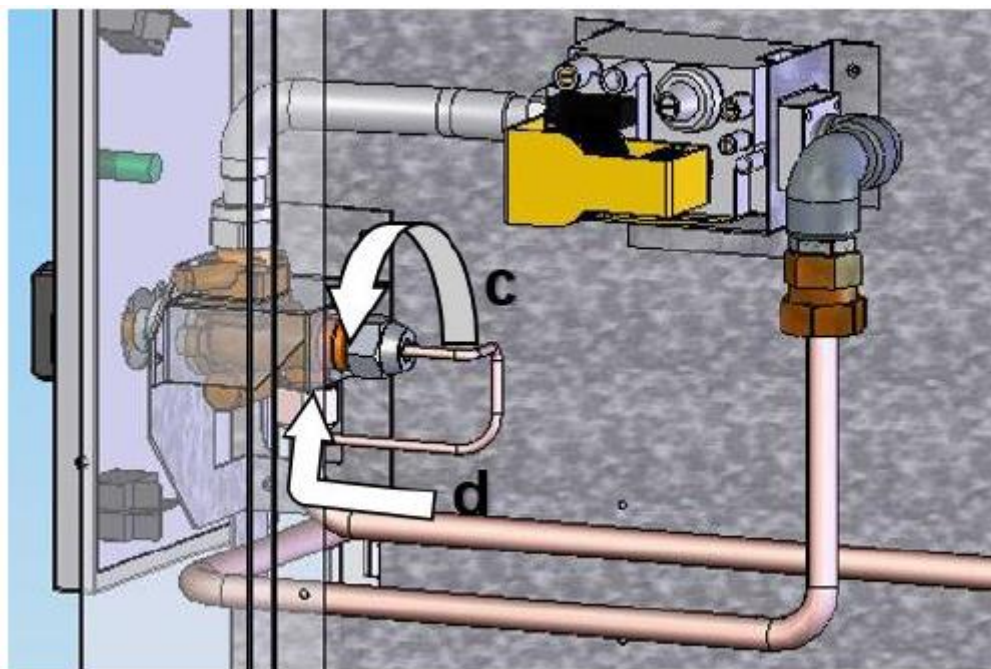

Рис. 8.13
- a. Выкрутите гайку крепления термопары к вентилю с помощью ключа № 8 (термопара крепится с задней стороны вентиля), как показано на рис. 8.13.
- b. Извлеките конец термопары из газового вентиля (см. рис. 8.13).